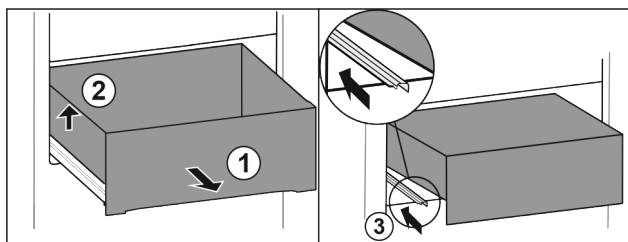

Fig. 77
- ▶ Izvadite ladicu do graničnika. Fig. 77 (1)
- ▶ Podignite ladicu lijevo. Fig. 77 (2)
- ▶ Gurnite lijevu vodilicu. Fig. 77 (3)